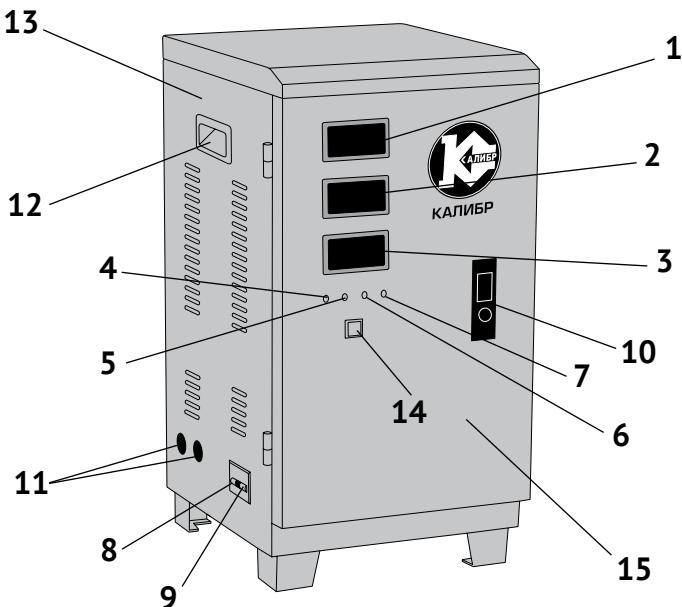

рис. 1
1.6 Внешний вид* стабилизатора представлен на рис.1
1.7 В металлическом корпусе (рис.1 поз.13) размещены основные узлы стабилизатора: автотрансформатор, сервопривод, блок управления и защиты, вольтодобавочный трансформатор, блок клеммных зажимов и встроенный вентилятор для охлаждения трансформаторов и других компонентов. На передней
панели (рис.1 поз.15) закреплены цифровые дисплеи и индикаторы, отображающие рабочие режимы и выключатель максимальной токовой защиты. Органы управления стабилизатора (автовыключатели «Сеть» и «Байпас») расположены внизу, на боковой панели. Для доступа к клеммным зажимам подключения сети, нагрузки и заземления стабилизатора необходимо открыть дверцу (переднюю панель), нажав кнопку замка (рис.1 поз.10).
1.8 Амперметр (рис.1 поз.1) на передней панели показывает силу тока подключённых потребителей. Дисплей (рис.1 поз.2) показывает напряжение на входе в стабилизатор (напряжение питающей сети). Дисплей (рис.1 поз.3) показывает напряжение на выходе стабилизатора. Индикатор (рис.1 поз.4 - зелёный) светится постоянно после подключения питающей сети, если напряжение на входе - в пределах регулируемого диапазона (140-260В). Индикатор (рис.1 поз.5 - красный) включается при превышении входного напряжения верхней границы регулируемого диапазона – 260 В. Индикатор (рис.1 поз.6 - жёлтый) включается при падении входного напряжения ниже границы регулируемого диапазона – 140В. Индикатор (рис.1 поз.7 - красный) включается при срабатывании токовой защиты (выключатель рис.1 поз.14 – включён) или защиты от перегрева. Автоматический выключатель «Байпас» (рис.1 поз.9) включают при стабильном напряжении питающей сети, а так же при выходе из строя силовой сети стабилизатора или электронных цепей управления, когда нет необходимости (или возможности) работы стабилизатора. При этом автоматический выключатель «Сеть» - в положении выключено. При включении выключателя «Сеть» (рис.1 поз.8), выключатель «Байпас» автоматически отключается.
- кратковременным (до 10 секунд) включением автоматического выключателя «Сеть» проверить правильность подключения – вольтметр (рис.1 поз.2) должен показывать величину входного напряжения;
- включить автоматический выключатель «Сеть» (рис.1 поз.8).